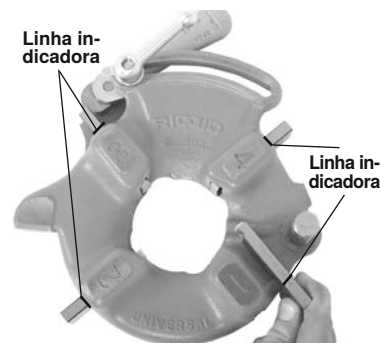

Figura 11 – Inserir as tarraxas
4. Levanta a lingueta da anilha para fora da ranhura na barra de tamanho. Desloque a anilha para a extremidade da ranhura (Figura 11).
6. Insira as tarraxas apropriadas na cabeça de roscar, com a margem numerada para cima até a linha indicadora ficar alinhada com a margem da cabeça de roscar (ver figura 11). Os números das tarraxas têm de corresponder aos das ranhuras na cabeça de roscar. Substitua sempre as tarraxas em conjunto - não misture tarraxas a partir de conjuntos diferentes.